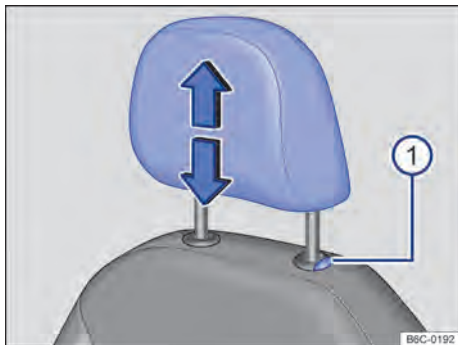
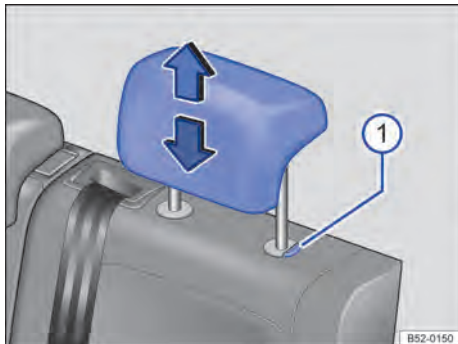

Fig. 64 Apoio para cabeça dianteiro: ajustar.
Fig. 65 Apoio para cabeça traseiros: ajustar.
- Deslocar o apoio para cabeça para cima ou para baixo na direção da seta com o botão → Fig. 64 ❶ ou → Fig. 65 ❶ pressionado → ⚠️ em *Introdução ao tema* na página 82.